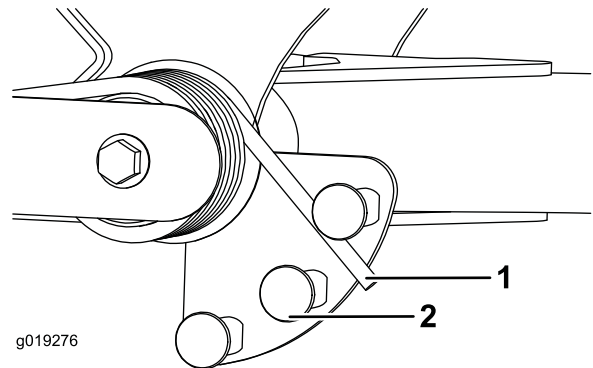

Bild 67
2. Stecken Sie ein Rohr oder ein ähnliches Objekt in das lange Federende und drehen Sie es um den Federaktuator in die gewünschte Stellung (Bild 67).